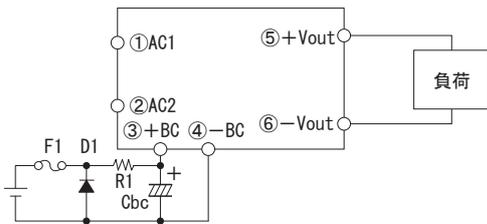

図2.11 逆接続防止
(4) R1 突入電流防止素子
(5) SK1 サージ保護素子
(6) D1 逆電圧保護ダイオード (DC入力)
- BC端子に極性が逆の電圧が加わると故障します。極性逆の電圧が加わる可能性がある場合は、図2.11のような保護回路を外付してください。